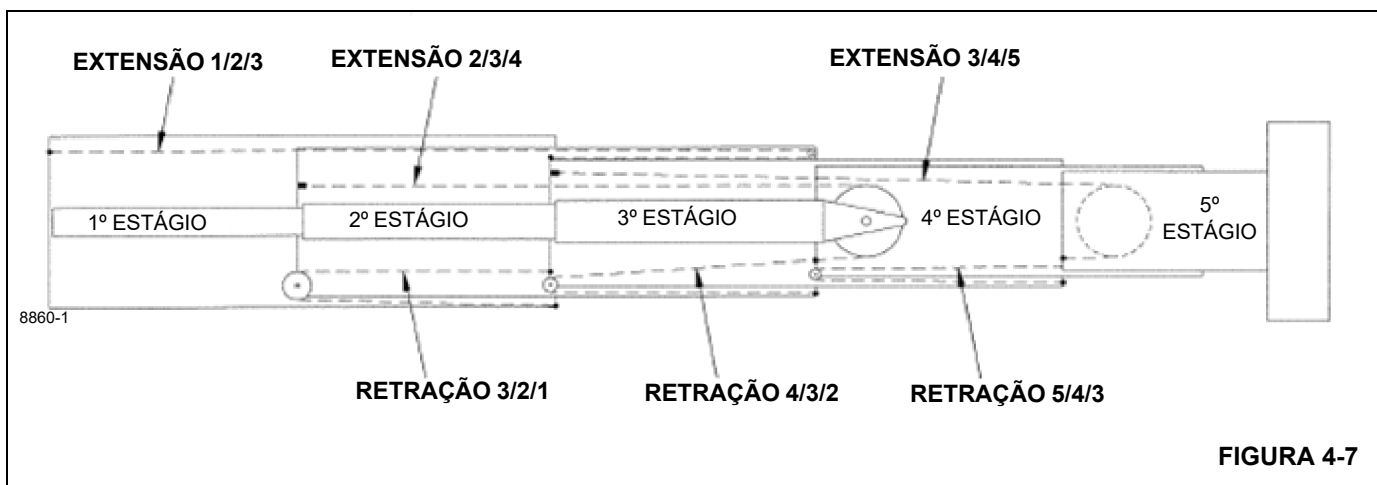

FIGURA 4-7
30. Monte os conjuntos das placas de retenção dos cabos de retração 4/3/2 (190) nos cabos de retração 4/3/2 (53), instale duas porcas logo depois da parte plana nos cabos de retração 4/3/2 e monte na ponta inferior da 2ª seção da lança. Tome cuidado para não cruzar os cabos.
31. Aplique fita juntando a placa de desgaste do lado superior (153) e retentores da placa de desgaste lateral (154, 189) e, em seguida, instale o conjunto da placa de desgaste/retentor no lado interno dianteiro da 2ª seção da lança. Instale as placas de desgaste laterais inferiores (96) com calços (13) no lado interno dianteiro da 2ª seção da lança. Instale a placa de desgaste superior (184) com os calços (183), a guia do cabo (81) com as placas de desgaste (82, 84) e os elementos de fixação relacionados na parte superior dianteira da 2ª seção da lança. Calce de acordo com as instruções de calibragem descritas nesta seção. Deslize o conjunto da caixa de polias dos cabos de extensão 1/2/3 (que está na ponta superior da 3ª seção da lança) para a posição na 2ª seção da lança. Instale graxas (59) nos pinos das polias de extensão 1/2/3 (22). Empurre a 3ª/4ª/5ª seções da lança para dentro da 2ª seção da lança até que as placas de desgaste superiores na base da 3ª seção da lança estejam acessíveis através do furo de acesso na base da 2ª seção da lança. Centralize a 3ª/4ª/5ª seções da lança com a 2ª seção da lança e, em seguida, ajuste as placas de desgaste superiores de acordo com as instruções de calibragem nesta seção. Pressione as 3ª/4ª/5ª seções da lança para dentro da 2ª seção da lança até que atinjam o batente contra as orelhas do cilindro e trace uma marca na ponta da 3ª seção da lança na frente da placa de desgaste lateral na 2ª seção, para a sequência de retração (Figura 4-7). Instale arruelas lisas e parafusos de ressalto (148) com Loctite® para prender o cilindro da 2ª seção na 2ª seção da lança.
32. Instale a placa de desgaste (164) na parte superior do conjunto de fixação dos cabos de extensão 2/3/4 (163), em seguida, instale o conjunto de fixação dos cabos de extensão 2/3/4 nas fendas na base da parte superior da 2ª seção da lança enquanto guia os cabos de extensão 2/3/4 (29) no conjunto de fixação. Instale porcas e espaçadores (161) nas extremidades rosqueadas dos cabos de extensão 2/3/4. Trave o conjunto de fixação do cabo no lugar com os parafusos (162) pelas placas laterais superiores traseiras da 2ª seção da lança. Assegure que os cabos de extensão 1/2/3 (10) tenham roscas na parte superior do ponto de apoio dos cabos de extensão 2/3/4 (163).
33. Instale os cabos de retração 3/2/1 (19) no ponto de apoio dos cabos de retração 3/2/1 (51) e instale nas placas de fixação na base da 3ª seção da lança, com os cabos de retração 3/2/1 dobrados atrás da lança. Instale o retentor do ponto de apoio dos cabos de retração 3/2/1 (108) no ponto de apoio dos cabos de retração 3/2/1 (51).
34. Instale os rolamentos (137) nas polias de retração 3/2/1 (114) e aplique graxa de chassi com pincel. Instale os anéis de pressão (37), as buchas (36), as polias de retração 3/2/1 (114), as graxas (59) e os bujões (46) no pino de retração 3/2/1 (38). Passe os cabos de retração 3/2/1 (19) ao redor das polias de retração 3/2/1 (114). Instale o pino de retração 3/2/1 (38) nas placas de fixação na base da 2ª seção da lança puxando as extremidades rosqueadas dos cabos de retração 3/2/1 (19) em direção à ponta da lança. Instale os parafusos de retenção do pino de retração 3/2/1 (149) atrás do pino de retração (38).
35. Instale as guias dos cabos de retração (31) na base da 2ª seção da lança.
36. Instale duas placas de montagem (202) da placa de desgaste superior, as placas de desgaste (28), as placas dos comes (193), uma placa de desgaste inferior (165) e os calços (167) na base da 2ª seção da lança. Encaixe os cabos de retração 3/2/1 (19) entre a parte inferior da segunda seção da lança e os calços da placa inferior. Instale duas placas de desgaste laterais (42) e calços (68) na base da 2ª seção da lança. Calce de acordo com as instruções de calibragem descritas nesta seção.
37. Gire o eixo da 1ª seção do cilindro, de forma que a válvula de compensação esteja diretamente abaixo da linha de centro do eixo. Eleve e apoie a 2ª/3ª/4ª/5ª seções da lança e instale-as aproximadamente 405 m (15 pés) dentro da 1ª seção da lança. Tenha o cuidado de manter os cabos de retração 3/2/1 (19) esticados, não cruzando os cabos e mantendo todos os cabos afastados dos pontos de compressão criados pelas linguas e placas inferiores.
38. Levante a 2ª/3ª/4ª/5ª seções da lança contra a parte superior da 1ª seção da lança e instale as placas de desgaste (198) na ponta inferior da 1ª seção da lança. Abaixo a 2ª/3ª/4ª/5ª seções da lança até as placas de desgaste na 1ª seção da lança. Pressione a 2ª/3ª/4ª/5ª seções da lança para dentro da 1ª seção da lança, deixando aproximadamente 1,2 m (4 pés) da 2ª/3ª/4ª/5ª seções da lança para fora da 1ª seção da lança.
39. Monte os retentores dos cabos de retração 3/2/1 (150) nos cabos de retração 3/2/1 (19), instale duas porcas logo depois da parte plana nos cabos de retração 3/2/1 e monte na ponta inferior da 1ª seção da lança. Tome cuidado para não cruzar os cabos.
40. Aplique fita juntando a placa de desgaste do lado superior (153) e retentores da placa de desgaste lateral (154, 189) e, em seguida, instale o conjunto da placa de desgaste/retentor no lado interno dianteiro da 1ª seção da lança. Instale as placas de desgaste laterais inferiores (72), a placa de encosto (71) e a placa traseira (70) na parte frontal externa da 1ª seção da lança. Instale a placa do espaçador de aço superior (52) com calços (138) na ponta da lança da 1ª seção, aplique Loctite ® nos parafusos. Calce de acordo com as instruções de calibragem descritas nesta seção.
41. Instale a guia do cabo (81) com a placa de desgaste (82) e os elementos de fixação relacionados na parte superior dianteira da 1ª seção da lança.
42. Empurre a 2ª/3ª/4ª/5ª seções da lança para dentro da 1ª seção da lança até que as placas de desgaste superiores na base da 2ª seção da lança estejam acessíveis através do furo de acesso na base da 1ª seção da lança. Centralize a 2ª/3ª/4ª/5ª seções da lança com a 1ª seção da lança e, em seguida, ajuste as placas de desgaste superiores de acordo com as instruções de calibragem nesta seção. Pressione a 2ª/3ª/4ª/5ª seções da lança completamente para dentro da 1ª seção da lança mantendo os cabos de retração 3/2/1 esticados e trace uma marca na ponta da 2ª seção da lança na frente da placa de desgaste lateral na 1ª seção, para a sequência de retração (Figura 4-7). Fixe a haste do cilindro da 1ª seção na placa da base da 1ª seção com arruela (7) e o parafuso de ressalto (11) que foi apertado com o torque correto e ao qual foi aplicado Loctite ®.
43. É importante nesta etapa que as porcas estejam frouxas nos cabos de retração 3/2/1 (19) na ponta inferior da 1ª seção da lança. Instale os cabos de extensão 1/2/3 (10) nos furos na base da 1ª seção da lança, instale duas porcas logo depois das partes planas.
O tensionamento dos cabos (Consulte a Figura 4-7) deve ser na seguinte ordem:
A lança deve estar na posição horizontal ao ajustar a tensão dos cabos (Consulte a Figura 4-7.) Retraia totalmente a lança e verifique se as seções estão nos batentes das seções e não pulam para fora. (Consulte Procedimento de configuração do tensionamento.)